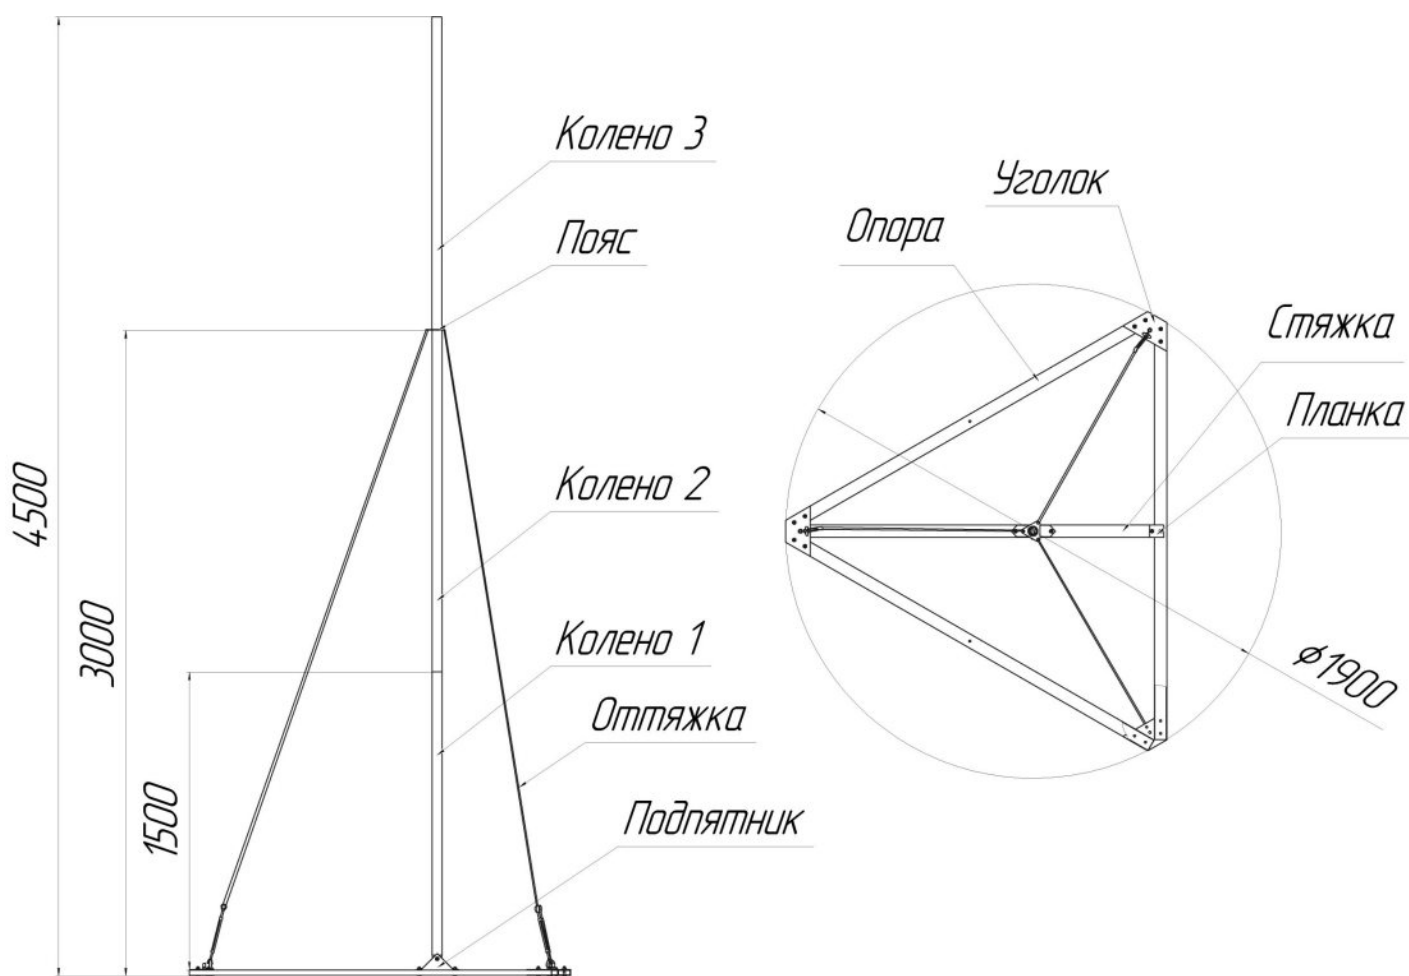

Рисунок 1 – Общая схема комплекта
7.1.17 Зафиксировать мачту натяжением тросов с помощью талрепов. (Рисунок 1).